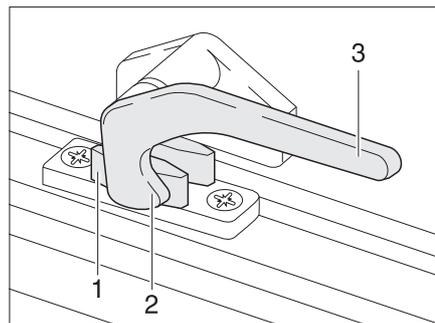

Bild 38 Verriegelungshebel in Stellung "geschlossen"
- Den Verriegelungshebel (Bild 38,3) eine viertel Umdrehung zur Fenstermitte hin drehen.
- Den Verriegelungshebel (Bild 38,3) eine viertel Umdrehung zum Fensterahmen hin drehen. Die Verriegelungsnase (Bild 38,2) liegt auf der Innenseite der Fensterverriegelung (Bild 38,1).
- in Stellung "fest verschlossen" (Bild 38).